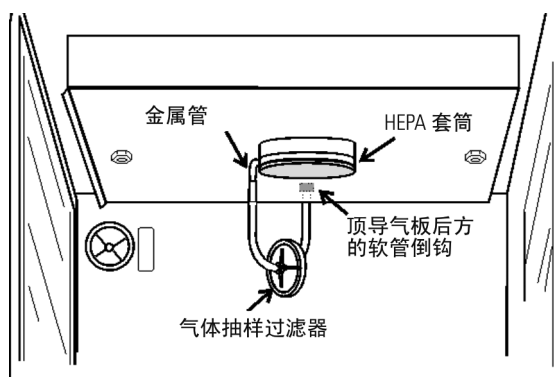

图 1-18. 气体抽样过滤器安装
3. 将过滤器组件另一端插入到顶部通道的金属配管中。请参阅图 1-18。
3. 按图 1-18 所示安装过滤器。请参阅第 5 章了解 HEPA 过滤器维护的相关内容。